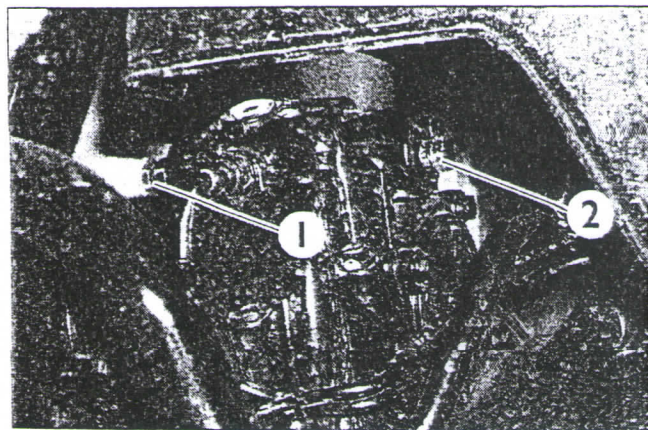

Fig. 103/3 Ativação/desativação da tomada de força auxiliar
- Solte o lado do parafuso (atrás, no sentido do andamento, Fig. 103/3, Pos. 1) e retire o parafuso completamente.
- Solte a bucha cega (à frente, no sentido do andamento, Fig. 103/3, Pos. 2) e retire-a completamente.